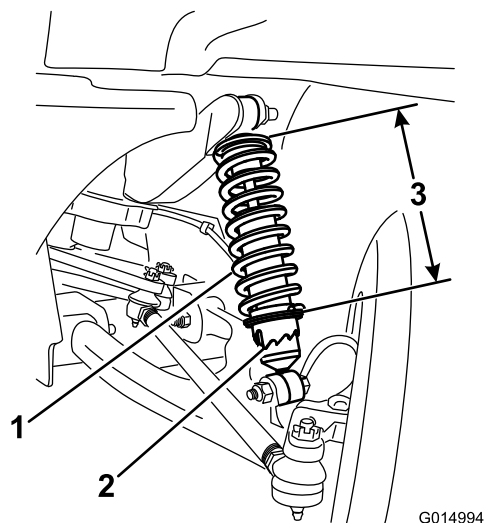

図 52
3. 特殊工具 TORO6010 を使って、ショックアブソーバのカラーを回転させてスプリングの長さを変更する 図 52。